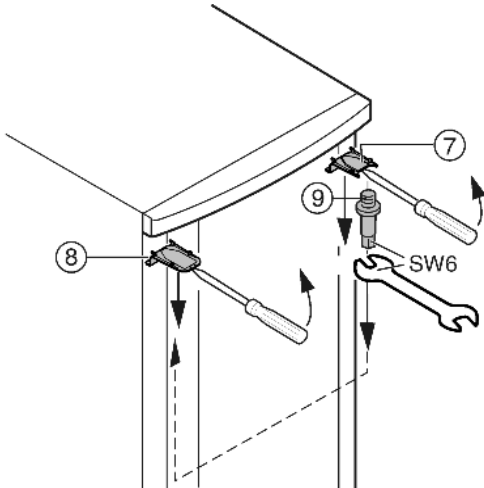

Fig. 8
- ▶ Oben Abdeckung *Fig. 8 (7)* und Abdeckung *Fig. 8 (8)* mit einem Schraubendreher vorn austrasten und schräg nach unten entfernen.
- ▶ Lagerbolzen *Fig. 8 (9)* herausdrehen und auf der Gegenseite **fest (mit 4 Nm)** eindrehen.
- ▶ Abdeckung *Fig. 8 (7)* auf der Seite des Lagerbolzens wieder montieren: hinten einsetzen, vorn einrasten.
- ▶ Abdeckung *Fig. 8 (8)* auf der Gegenseite montieren: hinten einsetzen, vorn einrasten.
- ▶ Tür oben in Lagerbolzen *Fig. 8 (9)* einhängen.